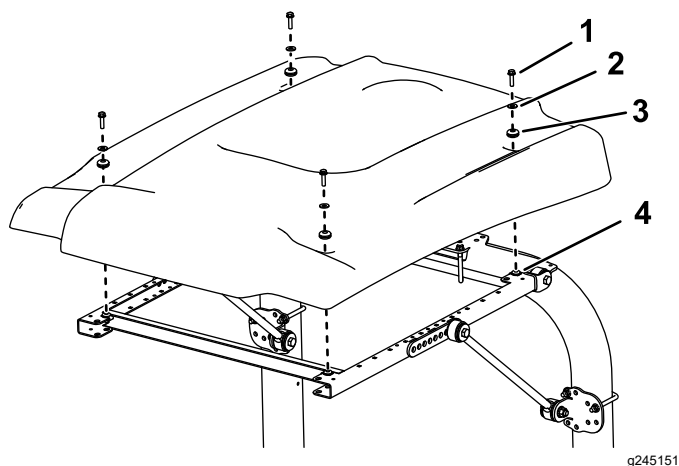

Рисунок 13
14. Выравнивая монтажные отверстия, расположите солнцезащитный навес на раме, как показано на Рисунок 13.
15. Установите каждый угол солнцезащитного навеса на раму с помощью болта с фланцевой головкой (5/16 x 1 1/4 дюйма), малой шайбы и уплотнительной втулки, не затягивая их (Рисунок 13).